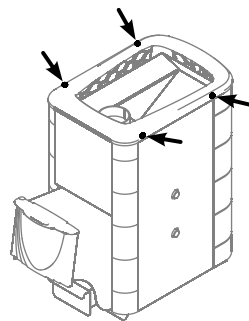

Рисунок 7. Демонтаж рамки конвектора печи «Тунгуска XXL 2013»
Для обеспечения надежного воздухообмена в парилке рекомендуется организовать приточно-вытяжную вентиляцию (см. рисунок 7).
1. Снять рамку конвектора, открутив 4 самореза (рисунок 7)